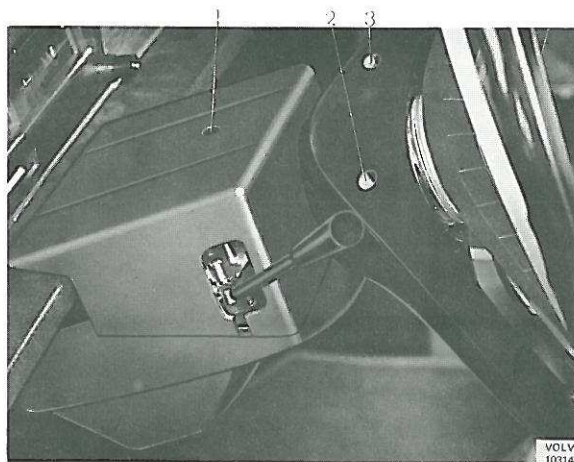

Figure 66. Vis de fixation, jusqu'aux modèles 1971
1. Dévisser la vis de fixation (1, figure 66) de la moitié supérieure du boîtier de commande des clignotants, ainsi que les trois vis dans la partie inférieure. Déposer le boîtier de commande.
6. Reconnecter le contact du câble et remonter le cerco-contact, en veillant à bien centrer les trous à vis de fixation. Monter les vis (2 et 3, figure 66). Contrôler le fonctionnement de l'avertisseur.